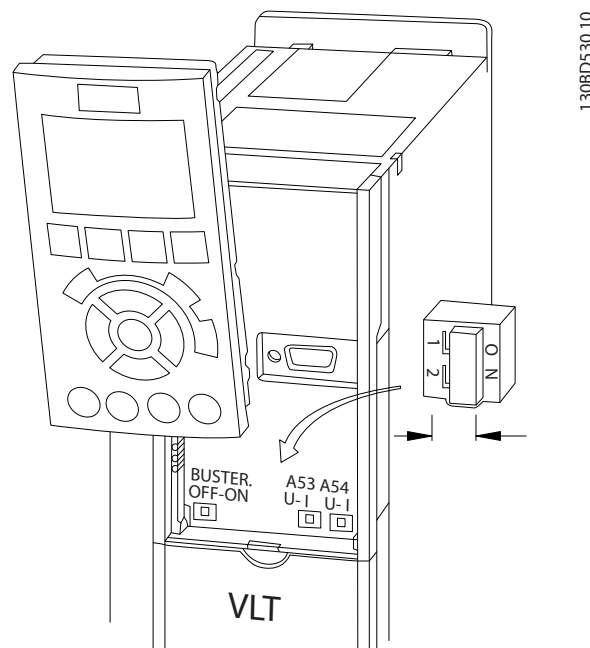

Bild 4.26 Placering av brytarna för plint 53 och 54
1. Ta bort LCP (lokal manöverpanel) (se Bild 4.26).